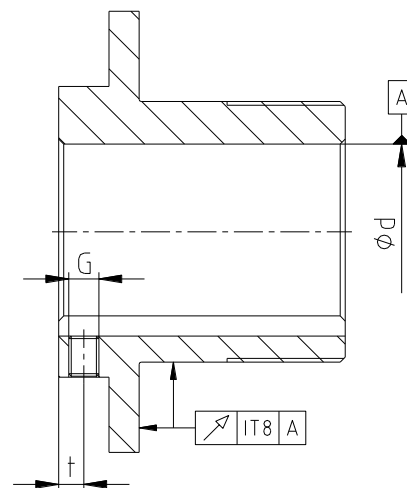

Figura 13: concentricità ed eccentricità assiale
- La concentricità e la planarità (figura 13) devono essere rispettate.